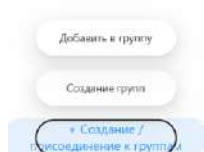

Рисунок 2.7.4
1. Перейдите на сайт **cloud.prin.ru** (Рисунок 2.7.4).
3. В меню облака сверху выберите вкладку **Мои группы** (Рисунок 2.7.4).
4. Перейдите во вкладку **Новая группа** (Рисунок 2.7.4).